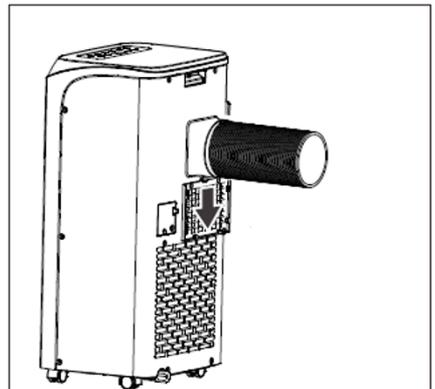

Рис. 6
2) Установите собранный воздухопроводный шланг в воздуховыпускную решетку прибора путем движения сверху-вниз (Рис. 6).